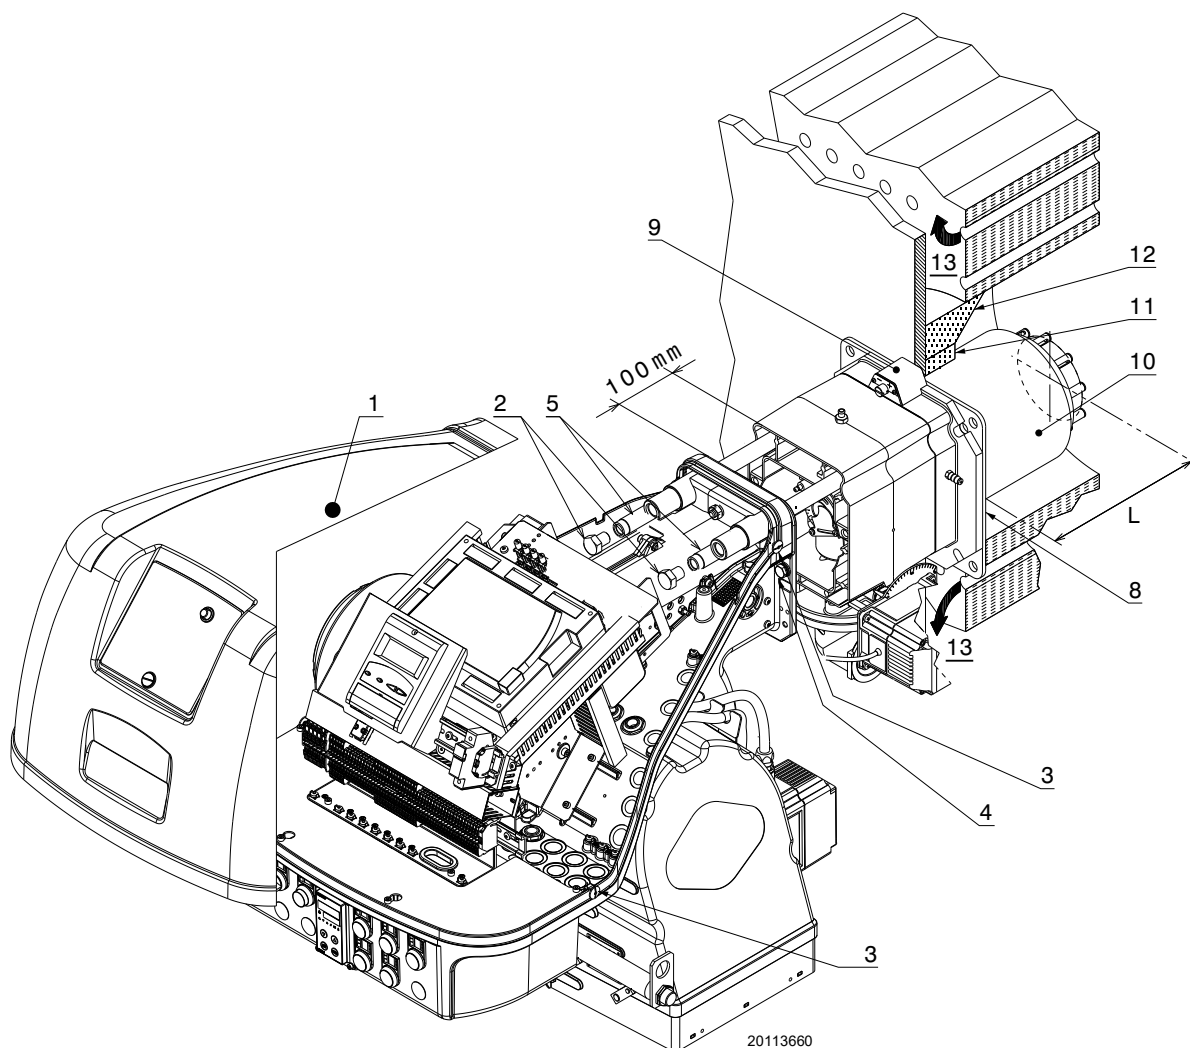

Fig. 16
Pour les chaudières avec circulation des fumées sur l'avant (13) (Fig. 16), ou avec chambre à inversion de flamme, réaliser une protection en matériau réfractaire (11), entre le réfractaire de la chaudière (12) et l'embout (10).
Séparer la tête de combustion du reste du brûleur, comme indiqué dans la Fig. 16 ; procéder comme suit :
- remonter le brûleur sur les glissières 3) à environ 100 mm du manchon 4) - brûleur dans la position illustrée sur la Fig. 16 ;